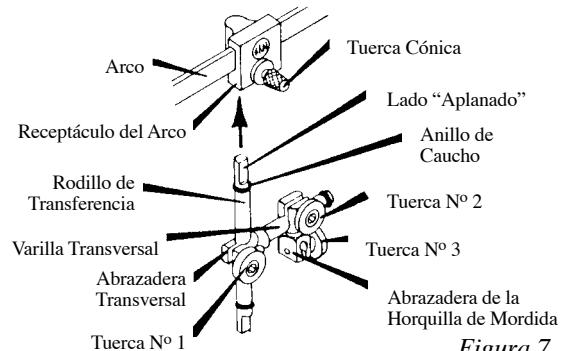

Figura 7
3. Inserte el rodillo de transferencia en el receptáculo del arco, Figura 7. Alinee el lado “aplanado” hacia el frente e inserte hasta la “parada” del anillo de caucho. Ajuste manualmente la tuerca cónica contra el lado “aplanado” del rodillo de transferencia.